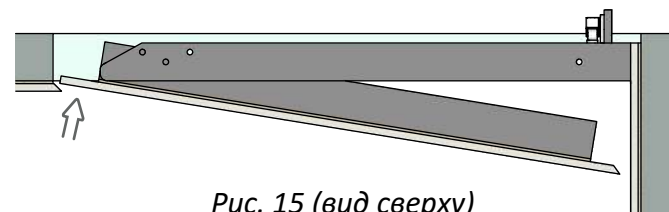

Рис. 15 (вид сверху)
- 7) После полного высыхания клея, люк можно открыть нажав на плитку со стороны петель (Рис.15).